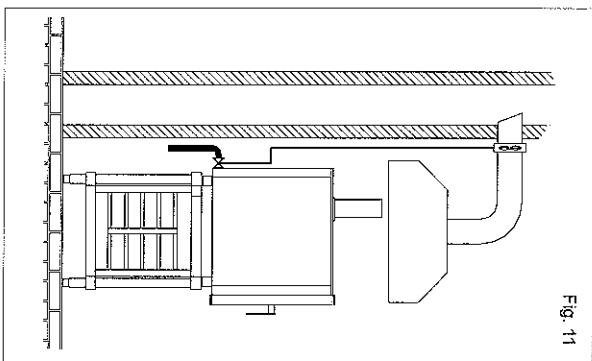

Fig. 11
- por medio de un sistema de eliminación forzada, cual una campana con aspirador mecánico. En dicho caso, la alimentación de gas al equipo tiene que controlarse directamente por ese sistema e interrumpirse en el caso de que la capacidad baje por debajo de los valores indicados. Al instalarse el equipo bajo una campana aspirante, hay que verificar el cumplimiento con las siguientes disposiciones: el volumen aspirado tiene que resultar superior al de los gases combustos generados (veanse la normativa vigente); pongan cuidado en el material de composición del filtro de la campana ya que la temperatura de los gases combustos a la salida del conductor puede alcanzar los 300°C; la parte terminal del conducto de eliminación del equipo tiene que montarse en el interior de la proyección del perímetro de base de la campana; la nueva introducción de gas en el equipo tiene que efectuarse sólo manualmente (Fig. 11).